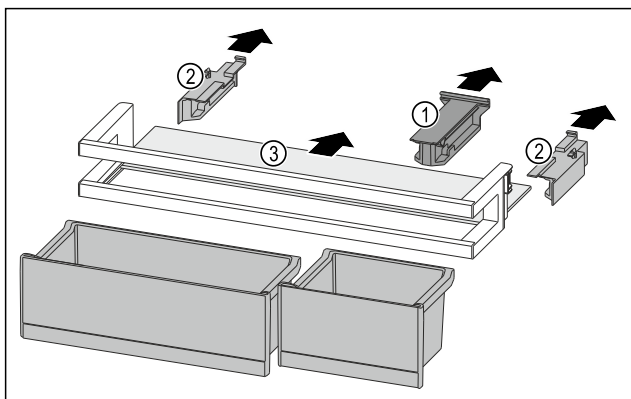

Fig. 168
- Držák Fig. 168 (1) stáhněte.
- Boční díly Fig. 168 (2) stáhněte.
- Odkládací plochu Fig. 168 (3) odeberte.